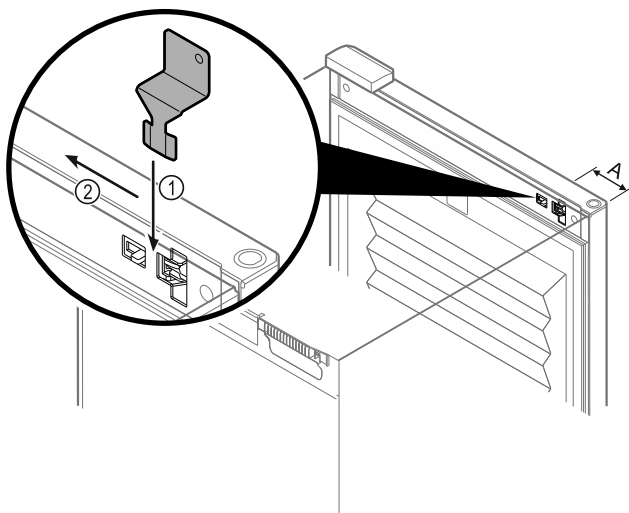

Fig. 150
- Posizionare la chiave di sblocco di emergenza nella posizione specificata Fig. 150 (A) $\approx$ 100 mm.
- Inserire la chiave di sblocco di emergenza Fig. 150 (1) tra la porta e il corpo dell'apparecchio dall'alto fino a battuta.
- Tirare la chiave di sblocco di emergenza verso la cerniera. Fig. 150 (2)